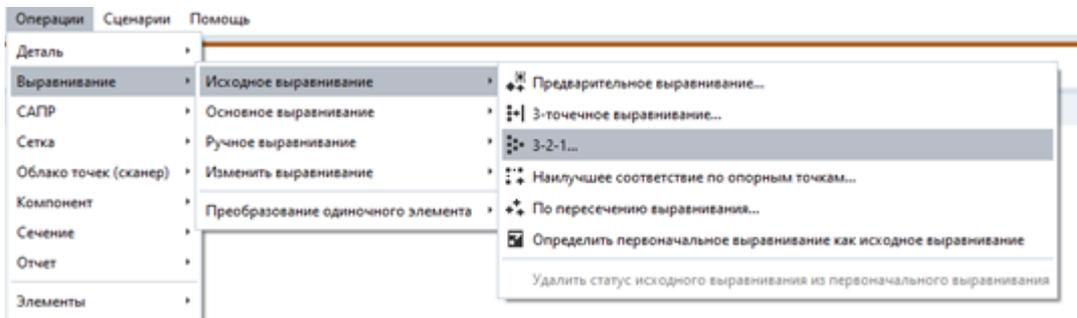

Рисунок 11.4 – Вкладка «Операция»
1.2.2 Переходим во вкладку «Операции», «Выравнивание», «Исходное выравнивание», «3-2-1» (рисунок 11.4):